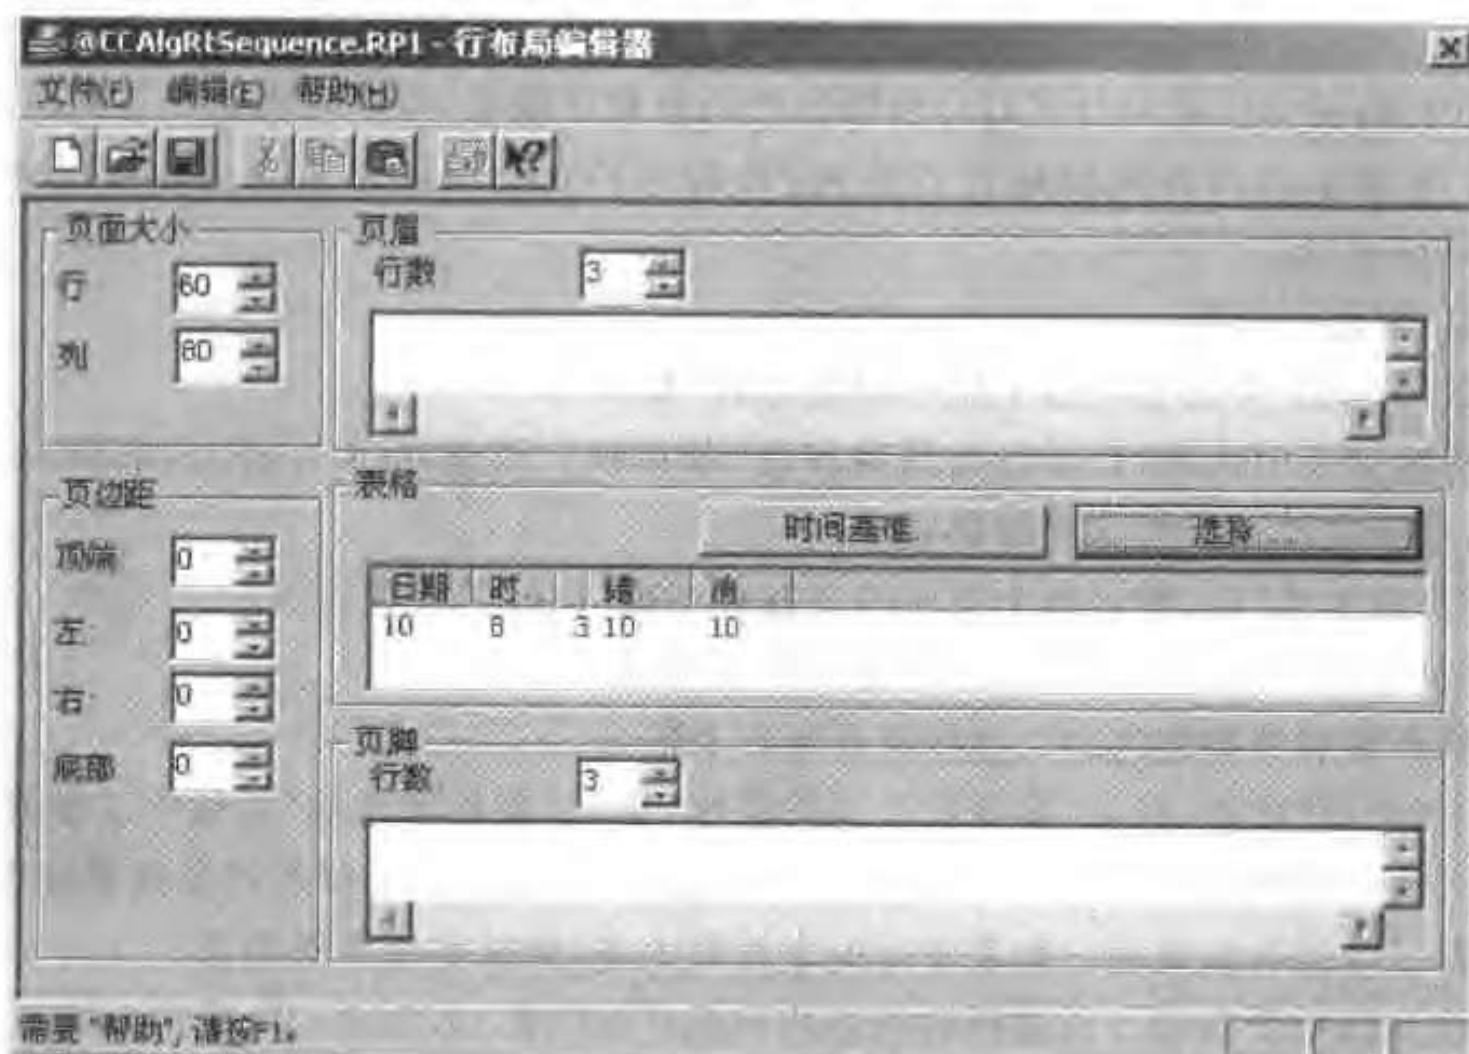

图 9-20 “行布局编辑器”对话框
- 列数及其宽度自动与所选择的消息块和顺序相匹配,如图9-20所示。